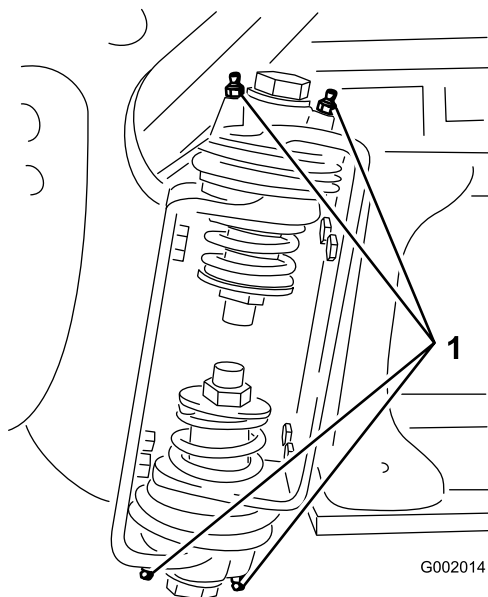

Figura 44
2. Bombée grasa en el cojinete o casquillo de cada punto de engrase Figura 44.